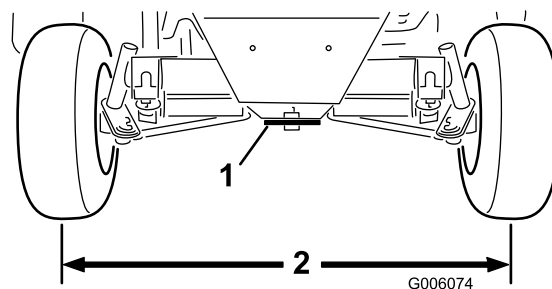

Figure 64
- Régalez les biellettes jusqu'à ce que l'entraxe soit égal à l'avant et à l'arrière des roues arrière (**Figure 64**).